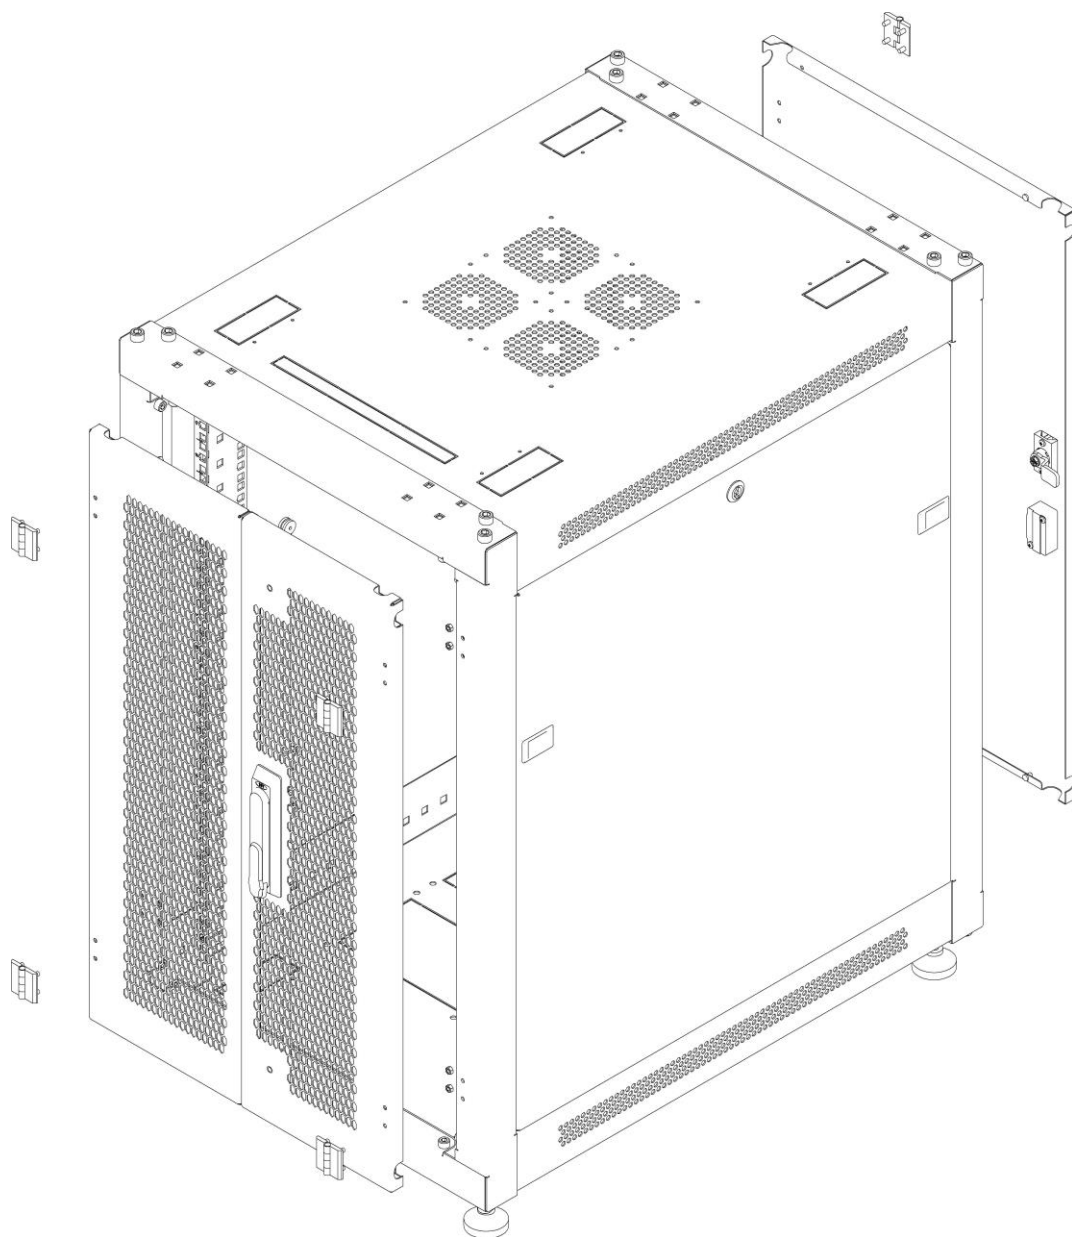

Рисунок 4 – установка дверей.
7.1.4 Установить дверь (1.7 / 1.8 / 1.9 / 1.10 и 1.11) в зависимости от комплектности шкафа на раму (1.1), используя петлю и крепеж из комплекта двери. Аналогичным образом установить вторую дверь. (рисунок 4).